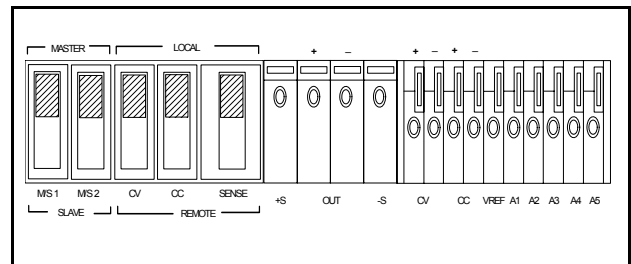

Abbildung 4. Einstellungen der rückseitigen Schalter für die Funktionsprüfung
- b. Vergewissern Sie sich, dass die rückseitigen Schalter gemäß Abbildung 4 eingestellt sind.
- e. Schließen Sie das Netzkabel an und schalten Sie das Gerät durch Drücken des Netzschalters (LINE) ein (ON).
Die Stromversorgung wird werkseitig für die Betriebsart "LOCAL" konfiguriert. Abbildung 4 zeigt die für die Betriebsart "LOCAL" erforderlichen Schalterstellungen. Die Stromversorgung liefert entweder eine konstante Ausgangsspannung (CV) oder einen konstanten Ausgangsstrom (CC).